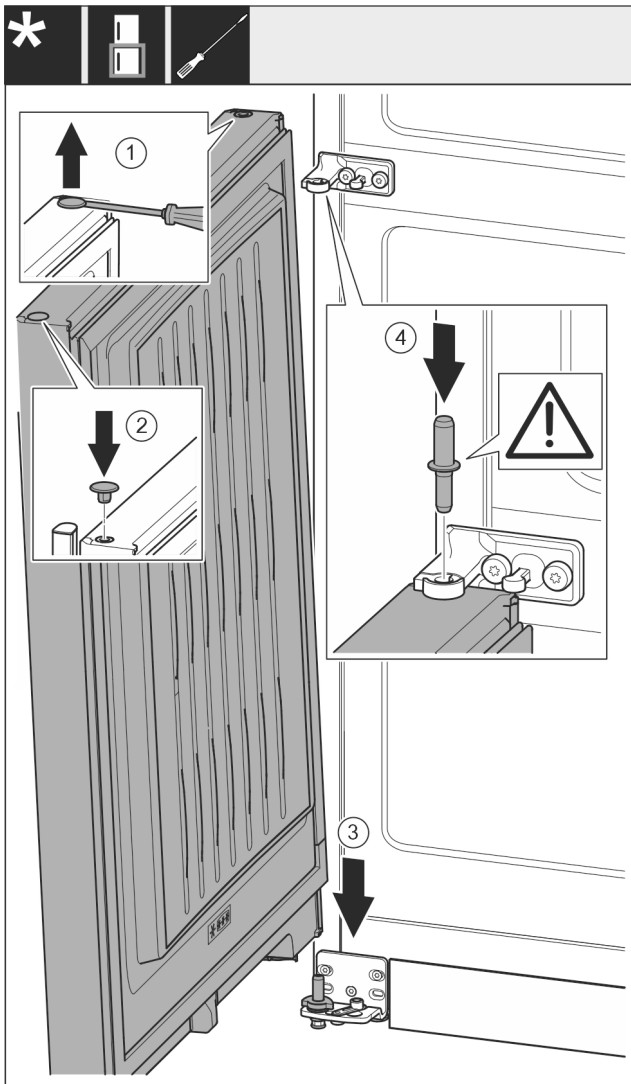

Fig. 56
- Óvatosan emelje meg a dugót Fig. 56 (1) lapos csavarhúzóval, és húzza ki.
- Tegye vissza a dugót Fig. 56 (2) az ajtó másik oldalára.
- Helyezze fel az ajtót Fig. 56 (3) felülről az alsó csapszegre.
- Helyezze a középső csapszeget Fig. 56 (4) a középső csapáglyakon keresztül az alsó ajtóba. Ügyeljen közben arra, hogy a reteszelő bütyök hátrafelé mutasson.